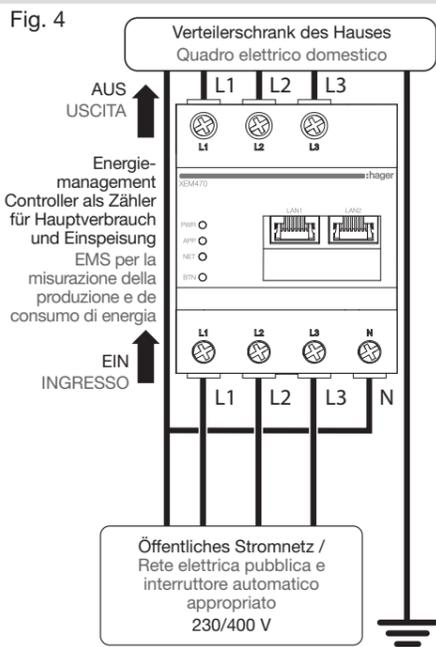

Fig. 5
- Abbildung 5: Verbindung für indirekte Messung mit Stromwandlern.
L'EMC non deve essere utilizzato a temperature ambiente superiori a 55 °C. Se tale condizione dovesse verificarsi, si consiglia di spostare l'EMC in un altro ambiente installando dei TA sui cavi della rete di alimentazione elettrica da gestire (Fig. 5).